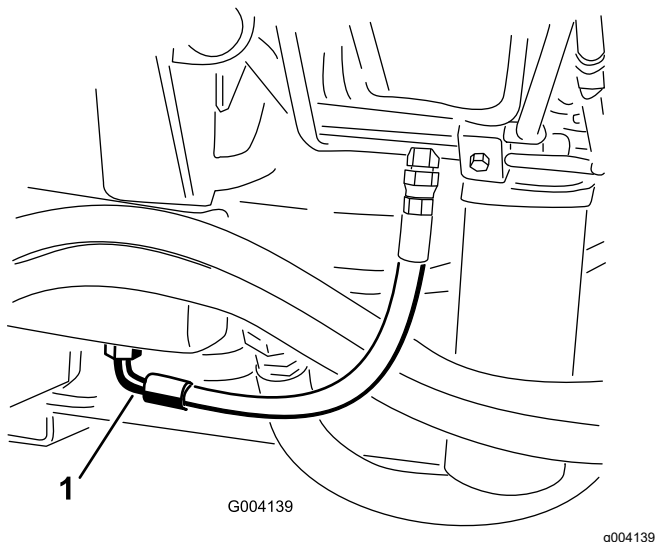

Figura 93
2. Coloque un recipiente grande debajo del acoplamiento situado en la parte inferior del depósito de fluido hidráulico (Figura 93).